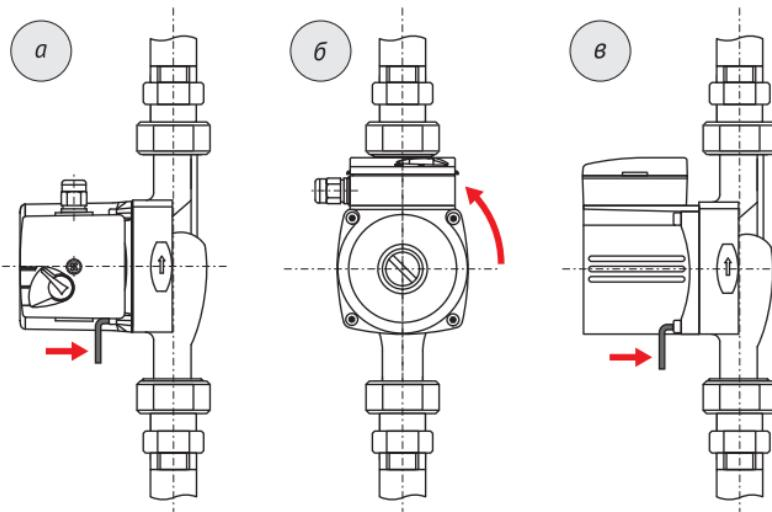

Рис. 4
2. Открутите четыре винта, которые крепят корпус электродвигателя (рис. 4а).
- Поверните корпус в нужное направление (положение) таким образом, чтобы совпали крепёжные отверстия (рис. 4б).
- Установите винты в отверстия и затяните в перекрёстном направлении (рис. 4в).